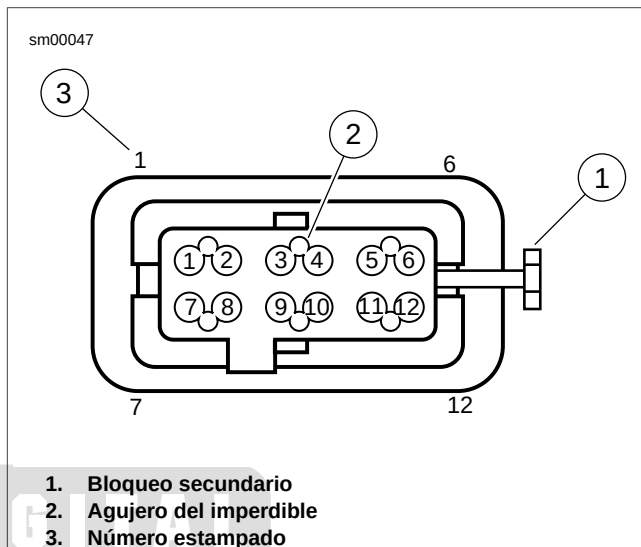

Figura A-44. Conector Packard Micro 64: Caja
1. Vea Figura A-44. Localice la cabeza del bloqueo secundario (1) en un lado de la caja del conector.
3. Localice el agujero del imperdible (2) entre los terminales en el extremo de acoplamiento del conector.
Vea Figura A-44. Para la ubicación de los cables, las esquinas del conector hembra están estampadas (3) con los números 1, 6, 7 y 12, representando los terminales 1 al 6 en un lado y 7 al 12 en el otro.